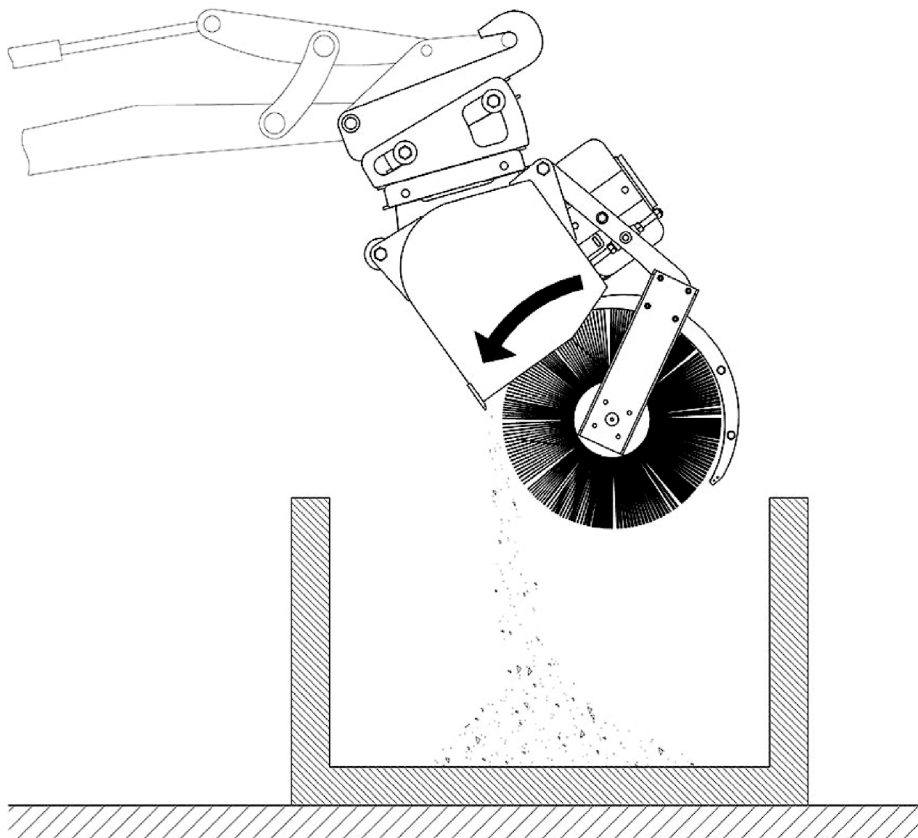

Рисунок 8 - Схема выгрузки мусора из бункера
8. Для выгрузки мусора из бункера, пользуясь органами управления стрелой базовой машины, поднимите щетку над контейнером или местом выгрузки, и включите привод гидромотора в обратную сторону (Рис. 8).